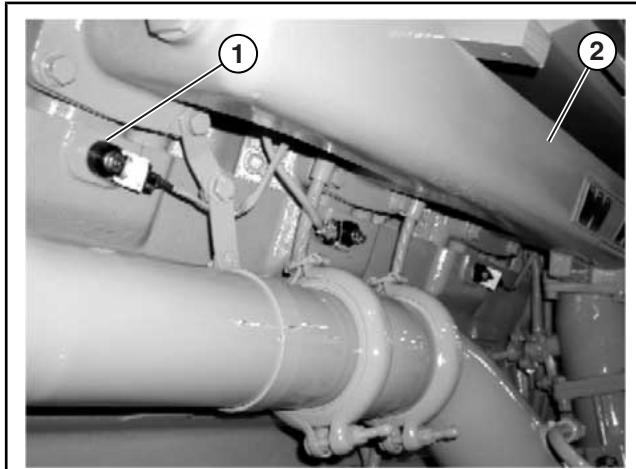

Рисунок 2.60-6: Датчик детонации
1. Тщательно очистите монтажное отверстие и область вокруг него. Датчики детонации устанавливаются сразу под входными отверстиями на сторонах картера двигателя, см. (См. Рисунок 2.60-6).
3. Вставьте датчик детонации в резьбовое монтажное отверстие (см. Рисунок 2.60-6).